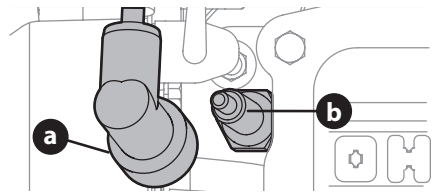

Figura 10
1. Retire la funda de la bujía (a) y utilice una llave para bujías para extraer la bujía (b) (Figura 10).